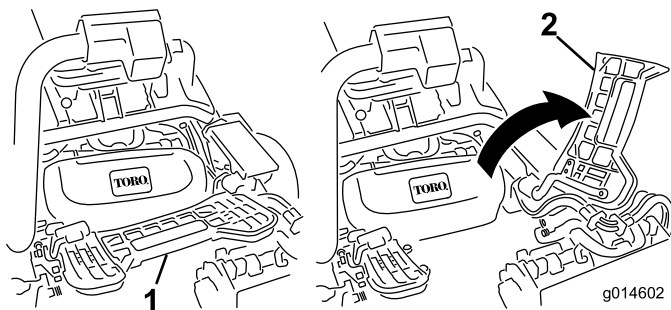

Bild 31
1. Heben Sie die Fußplattform an und schwenken Sie sie in die geöffnete Stellung, um die Stellung des mittleren Mähwerks zugänglich zu machen (Bild 31).